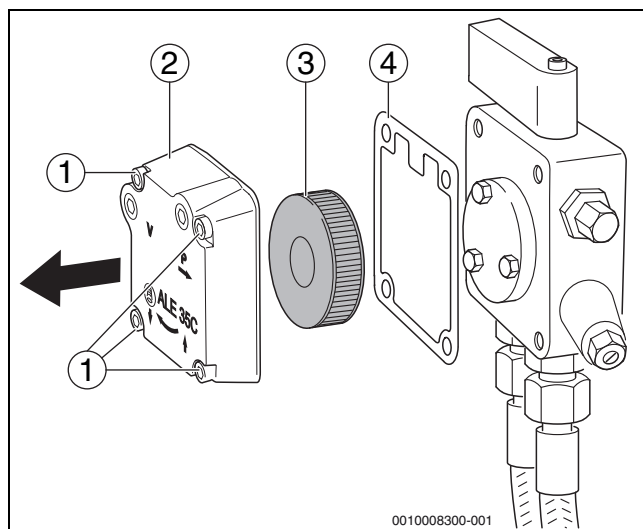

Fig. 30 Controllo del filtro della pompa - pompa del gasolio Suntec
- Allentare le quattro viti ad esagono cavo (→ fig. 30, [1]).
- Estrarre il coperchio del corpo (→ fig. 30, [2]).
- Estrarre il filtro della pompa del gasolio (→ fig. 30, [3]).
- Controllare eventuale usura o danneggiamento della guarnizione (→ fig. 30, [4]) ed eventualmente sostituirla.
- Pulire il filtro della pompa gasolio (→ fig. 30, [3]) con benzina da lavaggio, eventualmente sostituirlo e rimontarlo nella pompa del gasolio.